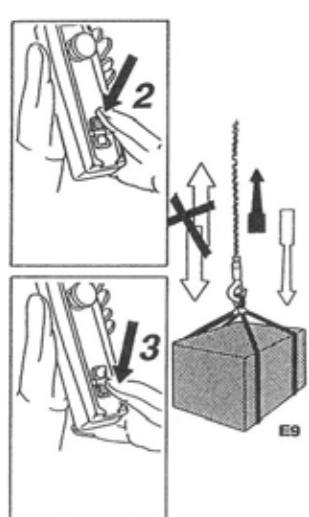

fig.105
9. La regolazione è terminata quando eseguendo degli spunti in salita e discesa con il peso campione il dispositivo a frizione tende a pattinare. (fig.105)